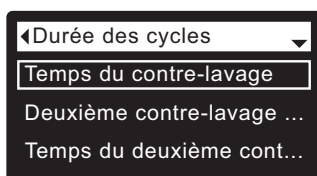

FIG. 78
5. Appuyez sur le sélecteur (O) pour afficher le menu de la durée des cycles (cf. Figure 78).
9. Appuyez sur le sélecteur (O) : l'afficheur revient au menu de la durée des cycles (cf. Figure 78).